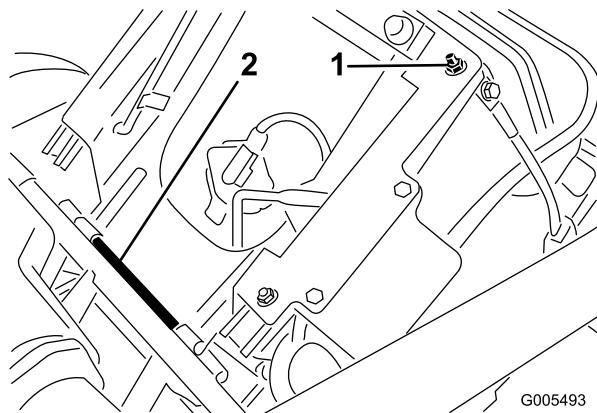

Figura 5
2. Retire o contrapino e a haste de articulação do banco que prendem o banco (posição de envio). Retire o banco (Figura 5). Deite fora o contrapino.
1. Retire a porca de bloqueio (Figura 5) e o suporte do banco (utilizado para envio) que está preso ao parafuso de ajuste do banco atrás do lado direito e elimine-os. Suporte não ilustrado.